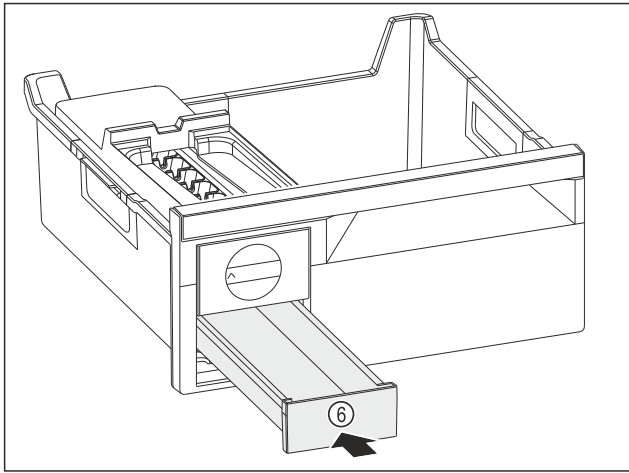

Fig. 141
- ▶ Встановіть форму для льоду Fig. 141 (6).